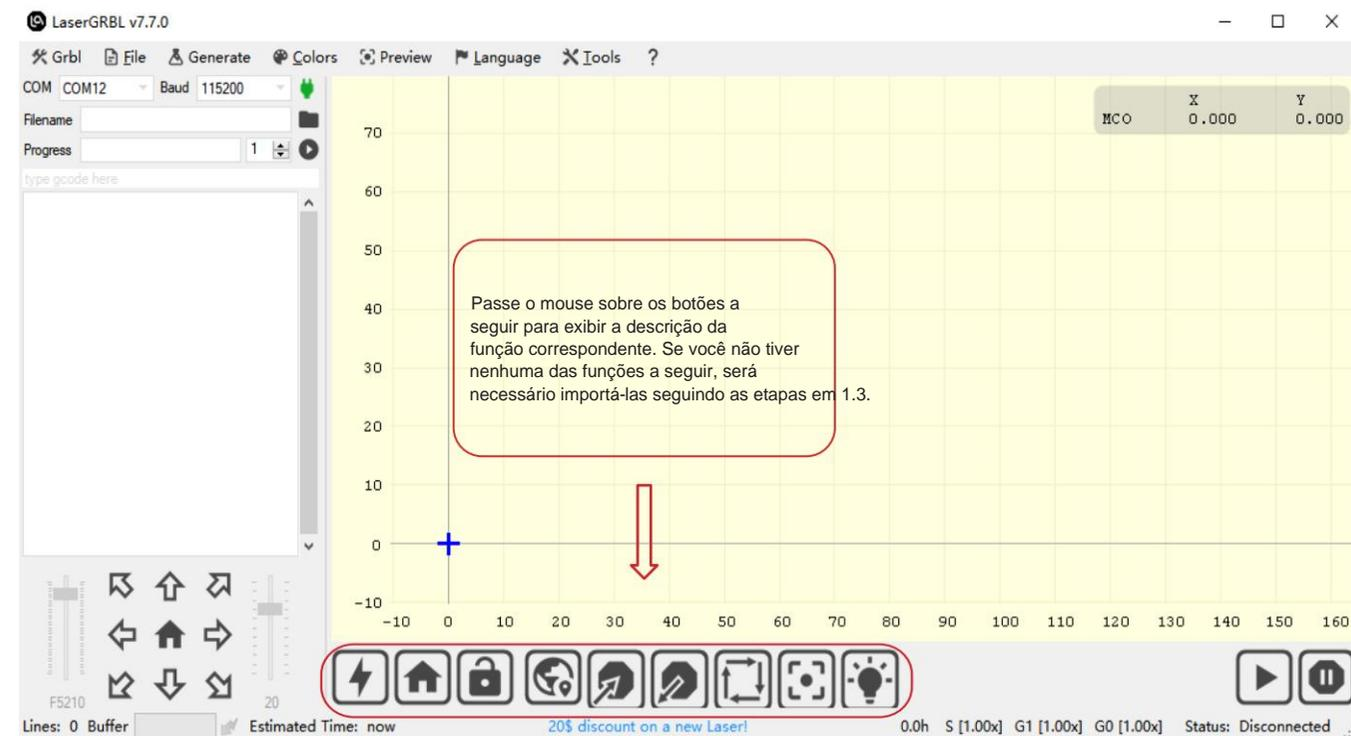

Figura 2 Interface do LaserGRBL
• O software instalado é mostrado na figura 2.